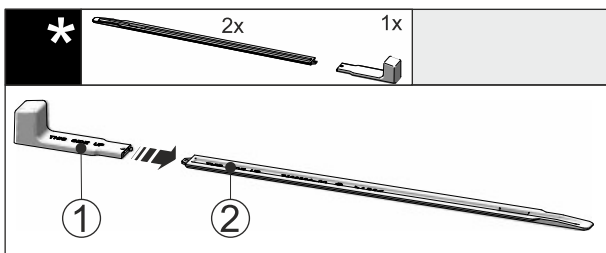

Fig. 49
- ▶ Dugja rá a szerelőfogantyút Fig. 49 (1) a szintezősínre Fig. 49 (2).